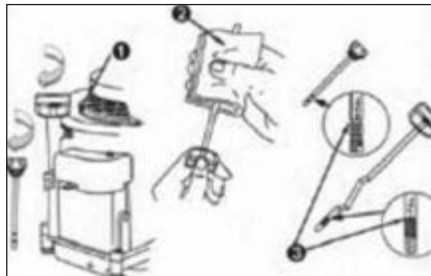

Рис. 4
7. Протрите щуп (см. Рис. 4).
9. Отверните крышку маслосливной трубки и извлеките масляный щуп из трубки. Проверьте уровень масла. Если уровень масла на щупе ниже метки «MIN», аккуратно добавьте масло до уровня «FULL» (см. Рис. 4.)